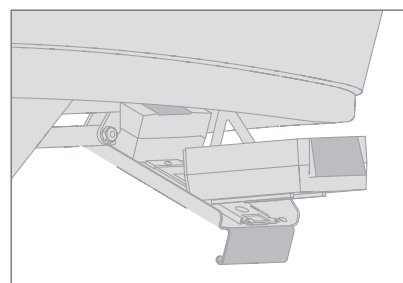

Ilustración 12. Colocación/extracción de la batería en/del compartimento
2. Apriete la palanca de expulsión de la batería para que salga del soporte de montaje y tire. Se desconectará la batería de la caja de control (véase la ilustración 12).